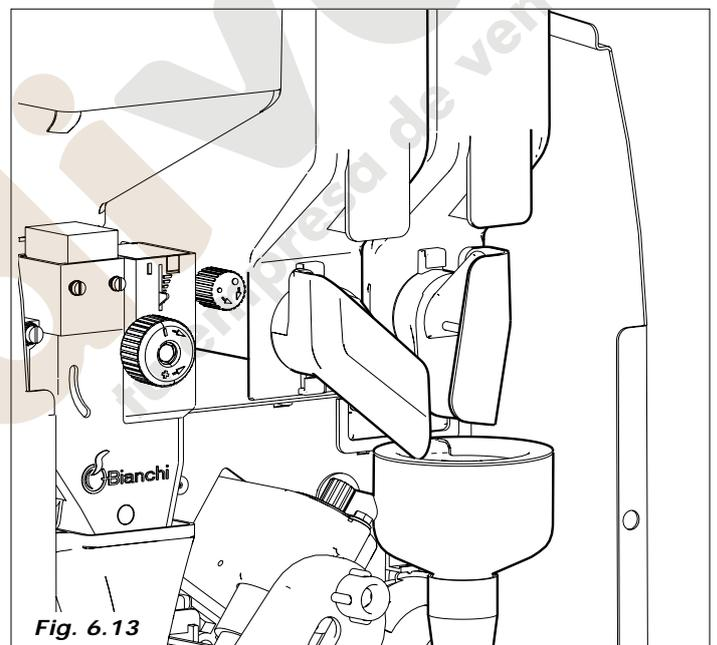

Fig. 6.13
- Al completar la carga de agua, realizar un lavado de todas las batidoras para limpiar todos los conductos y eliminar eventuales residuos en la caldera (Fig. 6.13).